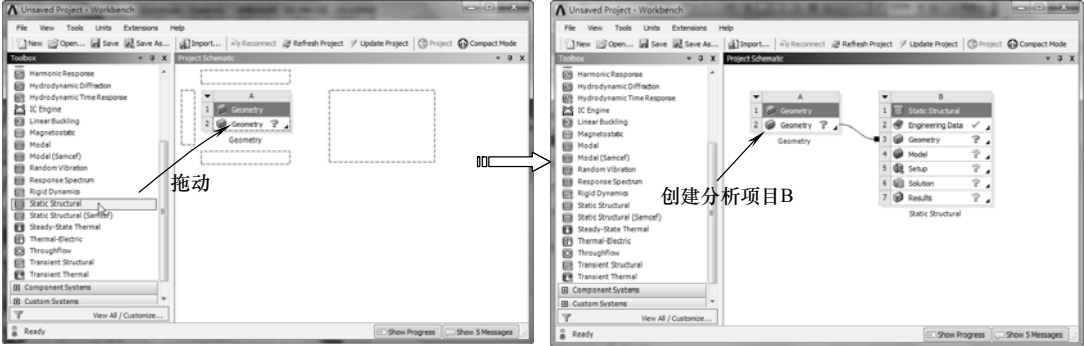

图 6-19 创建分析项目 B
4) 在【Toolbox (工具箱)】中【Analysis Systems】下的【Static Structure】选项上按住鼠标左键，拖动到【Project Schematic (项目管理区)】分析项目 A 中的 A2 上，当 A2 呈红色高亮显示时，释放鼠标创建分析项目 B，如图 6-19 所示。